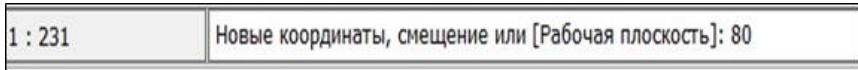

Рис. 4.9. Смещение контура
17.3. Не фиксируя положение нового контура, в командной строке для уточнения расстояния введите величину смещения **80 м** и нажмите **Enter** (рис. 4.9).